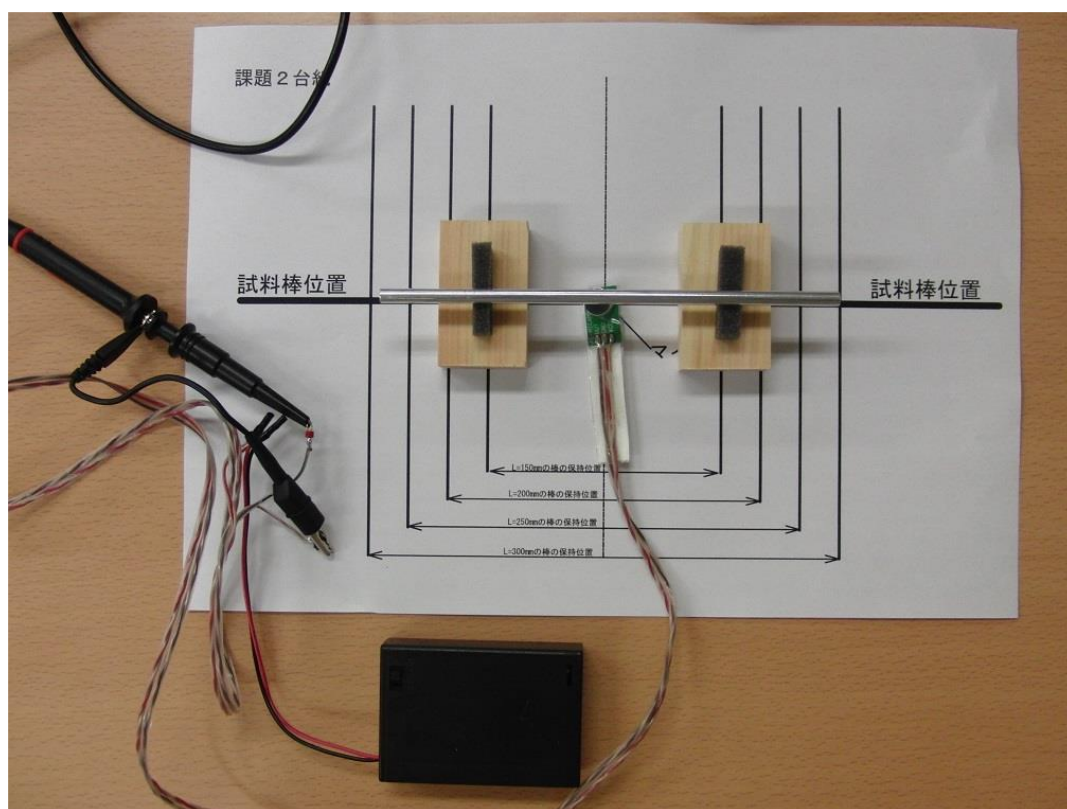

図 1-1 実験課題 1 の装置組立図
- ② マイクは準備課題 4 で準備が済んでいるはずである。図 1-1 のように、台紙 (A4 サイズの紙) の中央の位置にマイクを両面テープで取り付ける。マイクのリード線の赤端子を CH1 のプローブのフックに、黒端子を CH1 のプローブのワニ口クリップに接続し、電池ボックスのスライドスイッチを ON にする。
- ② 金属棒の長さによって台紙に記された位置に支持台を置く。
- ③ 金属棒を、支持台の上に置く。そのとき、金属棒の中央が台紙の中央線上になるようにする（図 1-1 参照）。金属棒の中央に油性マーカーペンなどで目印をつけるとよい。
- ④ 丸ゴム樹脂のたたき棒の灰色側（軟かい方）で金属棒の中央を軽くたたく。たたいた後、金属棒を指で触れて、金属棒が振動していることを確かめなさい。
- ⑤ 次に、オシロスコープの「RUN/STOP」ボタンを押して緑色に点灯しているのを確認したら、丸ゴム樹脂たたき棒の灰色側で金属棒の中央を軽くたたく。正弦波に近いきれいな波形が観測されたら、もう一度を「RUN/STOP」ボタンを押して画面表示を固定する。たたき方などによっては、初めきれいな波形にならないことがあるが、少し時間がたつと正弦波に近い波形になるので、その場合は少し待ってから「RUN/STOP」ボタンを押すとよい。なお、強くたたきすぎるときれいな波形にならないのでたたき方の加減に注意する。
- ⑥ ⑤の操作を複数回行い、振動の周期が毎回ほぼ同じであることを確認してから、周期の測定を 1 回行いなさい。周期の測定にはオシロスコープのカーソル機能を利用できる。手引き §8 を参照して、表示された振動波形の周期を求めなさい。周期を精度よく決めるためにはどのようにするのがよいか工夫しなさい。場合によっては「SEC/DIV」のつまみを回して一目盛の時間間隔を変えて波形を撮り直してもよい。
- ⑦ 長さの違う 4 本の金属棒それぞれについて、周期の測定を行いなさい。